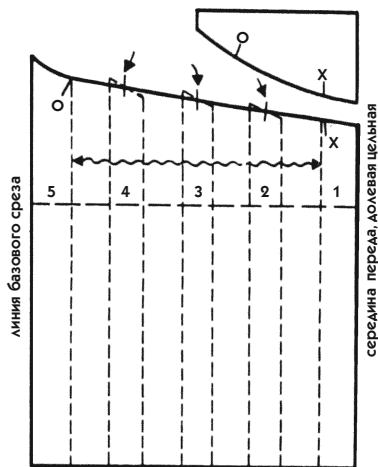

Рис. 176
- Раздвигайте полоски, перемещая их по перпендикулярной линии, пока не получите желаемую ширину, предназначенную для сборок (см. волнистую стрелку на рис. 176).
чить в итоге (на примере, представленном на рис. 176, она равна 25 см, то есть почти втрое больше, чем основа), и расположите остальные полоски равномерно между первой и последней.
12. Чтобы закончить лекало, надо правильно провести линию, обозначающую участок для сборки. Она должна пройти через середину верхнего среза каждой полоски (на рис. 176 середина каждой полоски обозначена стрелкой и вертикальной засечкой).
Ширина распределится иначе, чем на рис. 176, так как на этот раз речь идет о сборках, распределенных от краев лекала. Вспомните, что было сказано по поводу полной фалды и ее половины в предыдущем задании